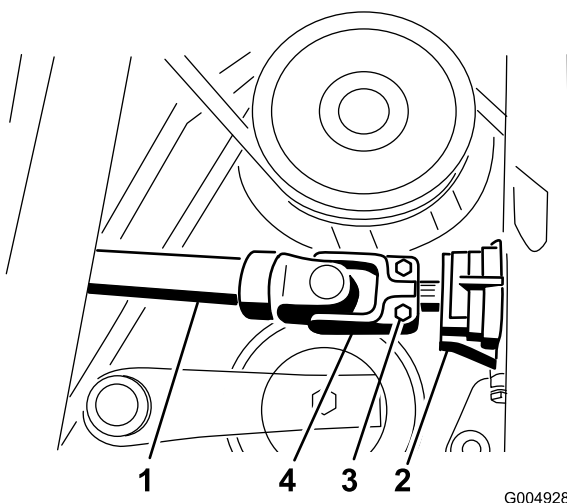

図 35
8. 駆動シャフトをギアボックスのシャフトに固定しているロールピンを外して駆動シャフトを抜き出す 図 35。